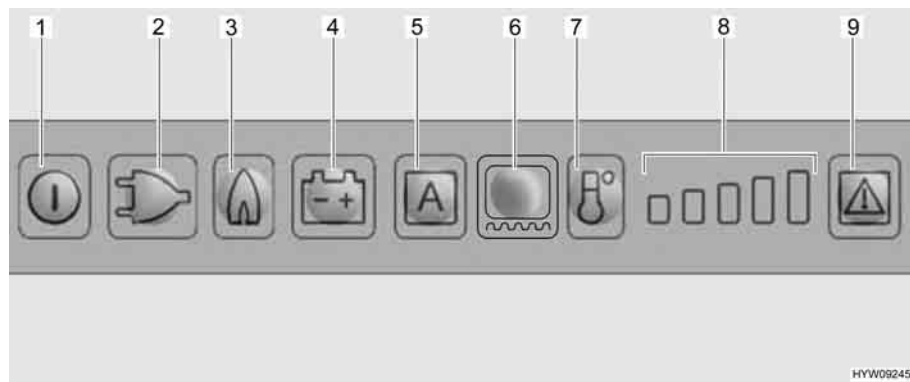

Fig. 178 Elementi di comando del frigorifero
Se è impostata la modalità di funzionamento "AES", la tensione a 230 V **non** è allacciata e il motore del veicolo è **spento**, il sistema AES seleziona il rifornimento di gas. Selezionando il funzionamento a gas, il dispositivo di sicurezza si apre automaticamente, così che il gas possa fluire al bruciatore. Contemporaneamente si inserisce l'accenditore elettronico. Se la fiamma del gas si spegne, p. es. a causa di un colpo di vento, l'accenditore viene subito azionato riaccendendo il gas. In caso di guasto del funzionamento a gas, i tasti luminosi relativi a gas (Fig. 178,3) e guasto (Fig. 178,9) lampeggiano e viene emesso un segnale acustico per 20 secondi.
Dopo l'accensione il frigorifero seleziona automaticamente la regolazione intermedia del termostato. Questa regolazione può essere modificata manualmente tramite il tasto di selezione del livello di temperatura (Fig. 178,7). Le spie di controllo (Fig. 178,8) indicano la temperatura selezionata sul termostato. Il tasto di selezione del livello di temperatura permette di regolare la temperatura di refrigerazione per tutti e tre i tipi di energia. Ci vogliono alcune ore prima che il frigorifero raggiunga la temperatura normale di esercizio. Cambiando la modalità di funzionamento la regolazione del termostato non viene modificata. La temperatura di refrigerazione è indipendente dal tipo di energia utilizzata.
- Accendere il riscaldamento del telaio per 2 ore: Premere una volta il tasto luminoso per il riscaldamento del telaio (Fig. 178,6). Sull'indicazione dei gradi di temperatura (Fig. 178,8) si accende una barra.
- Accendere il riscaldamento del telaio per 5 ore: Premere due volte il tasto luminoso per il riscaldamento del telaio (Fig. 178,6). Sull'indicazione dei gradi di temperatura (Fig. 178,8) si accendono due barre.
- Regolazione del riscaldamento del telaio ad esercizio continuo: Premere tre volte il tasto luminoso per il riscaldamento del telaio (Fig. 178,6). Sull'indicazione dei gradi di temperatura (Fig. 178,8) si accendono tre barre.
L'indicazione dei gradi di temperatura (Fig. 178,8) indica per alcuni secondi la durata di esercizio del riscaldamento del telaio.
Nel caso di temperature esterne ed umidità dell'aria elevate è possibile che si formino gocce d'acqua sul telaio in metallo del vano congelatore. Per questo motivo il frigorifero è dotato di un riscaldamento del telaio per il vano congelatore. Nel caso di temperature e umidità dell'aria elevate, accendere il riscaldamento del telaio con il tasto luminoso per il riscaldamento del telaio (Fig. 178,6). È possibile così evitare fenomeni di corrosione. Quando il riscaldamento del telaio è acceso, si accende il tasto luminoso (Fig. 178,6).
- Premere il tasto On/Off (Fig. 178,1) per circa 2 secondi. Il frigorifero si accende e viene visualizzato l'ultimo tipo di energia impostato, oppure "AES".
- Impostare la temperatura di refrigerazione con il tasto di selezione del livello di temperatura (Fig. 178,7). Le spie di controllo (Fig. 178,8) indicano la temperatura selezionata sul termostato.
- Premere il tasto On/Off (Fig. 178,1) per circa 2 secondi. Il frigorifero si spegne e le indicazioni smettono di lampeggiare.